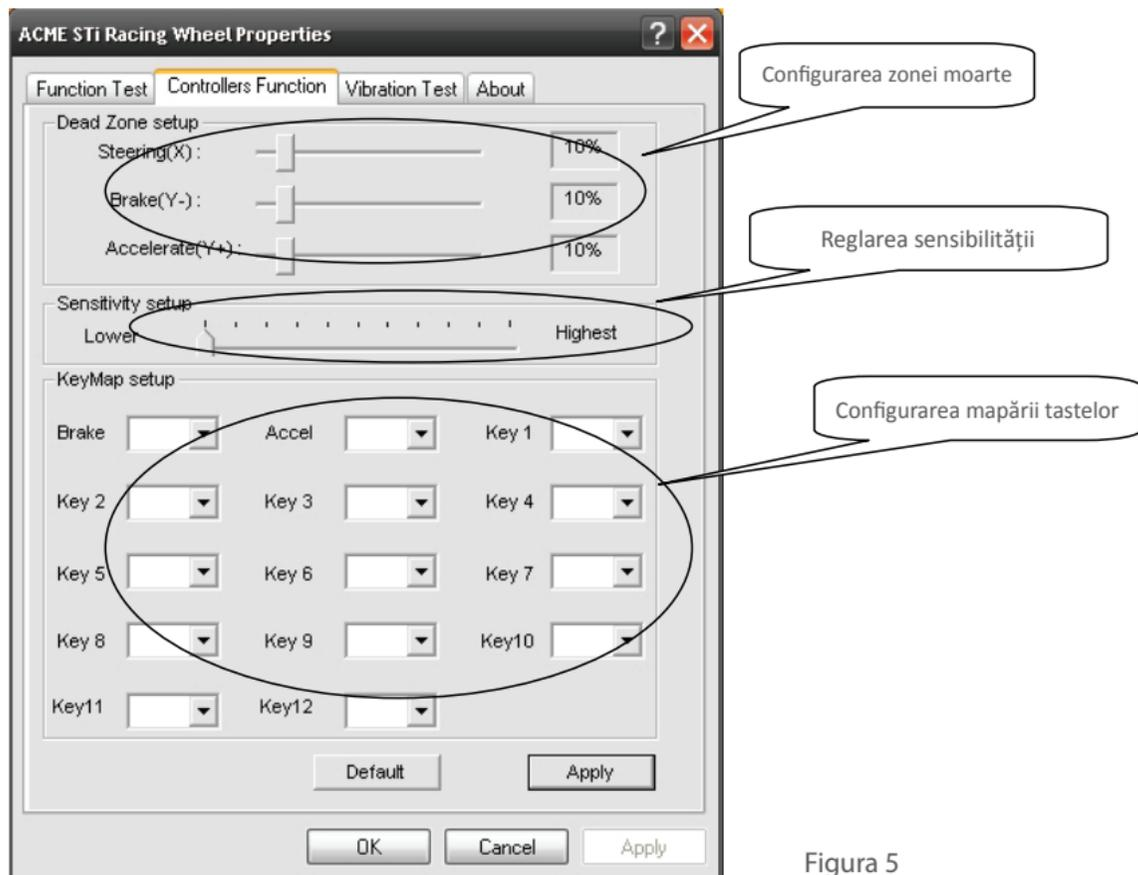

Figura 5
- Puteți seta zona moartă originală pentru direcția roților (axa X), accelerație (axa+Y), frână (axa-Y) așa cum este prezentat mai jos. (Consultați figura 5 „Configurarea zonei moarte”)
- Sensibilitatea roților poate fi reglată în diferite grade de la mică la mare, așa cum este prezentat mai jos. (Consultați Figura 5 „Setarea sensibilității”)
- Accelerația roților, frâna și tasta 1 până la tasta 12 sunt interschimbabile (maparea tastelor). (Consultați Figura 5 „Configurarea și maparea tastelor” prezentată mai jos.)